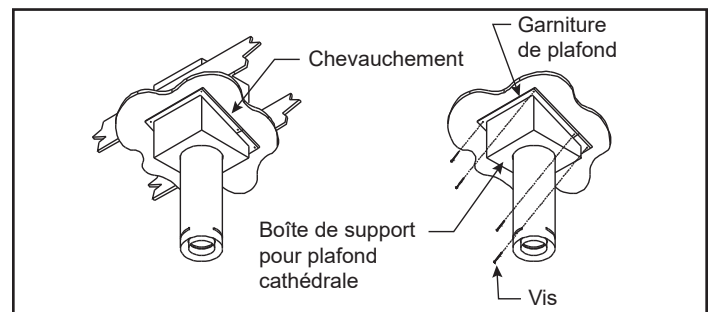

Figure 3.41
Étape 9 – Installez le collet de garniture noir à l'extérieur de la boîte de support du plafond cathédrale. Les deux pièces du collet de garniture glissent l'une sur l'autre pour faciliter leur ajustement autour de la boîte de support. Utilisez les six (6) vis fournies pour attacher les quatre coins et les parties qui se chevauchent du collet de garniture au plafond. Il est bon de percer des trous dans les parties qui se chevauchent pour faciliter l'installation (figure 3.41).